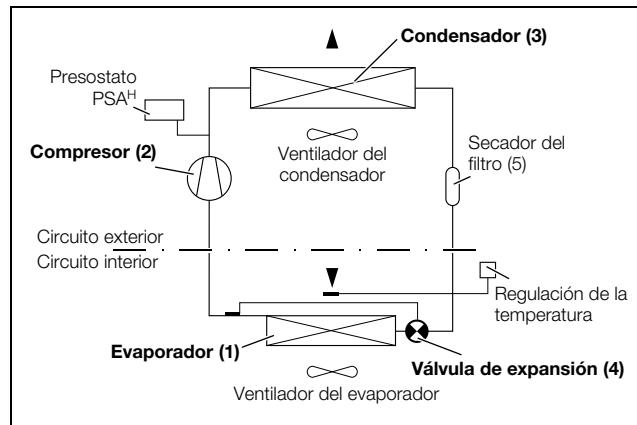

Imagen 2: Circuito de refrigeración
El refrigerador (instalación frigorífica de compresión) consta de cuatro componentes básicos (ver imagen 2): Evaporador (1), compresor del medio refrigerante (2),